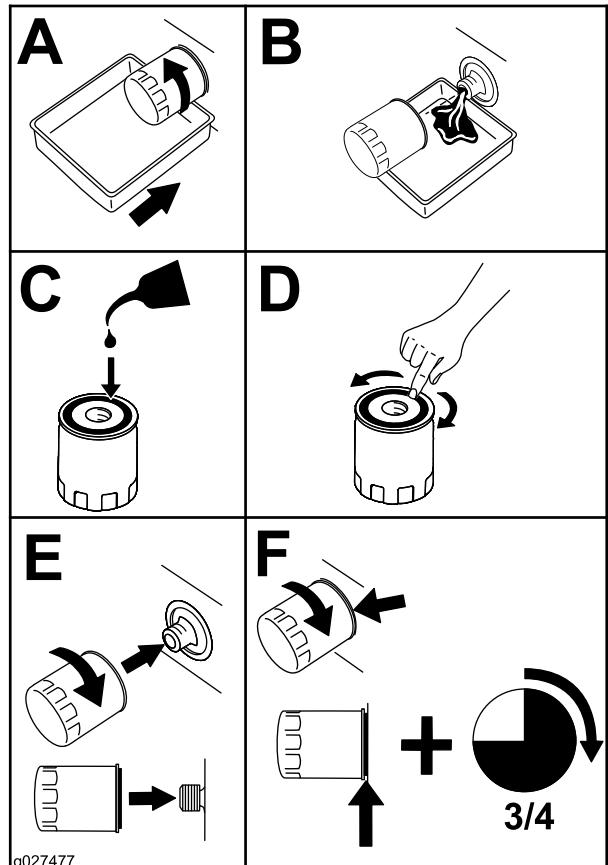

Figura 45
- Sustituya el filtro de aceite del motor (Figura 45).